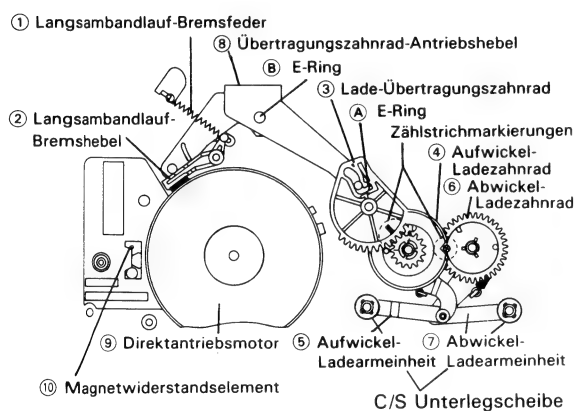

Abbildung 1-31.
2. Beim Einbauen die Zählstrichmarkierungen ausrichten (siehe Abb. 1-31).
- Den Übertragungszahnrad-Antriebshebel in den Entladezustand bringen (siehe Abb. 1-31).
- Den Übertragungs-Schalthebel ④ auf das Hauptchassis setzen. Der Schalthebel muß der Rückwärtsführungs-Federöffnung im Hauptchassis angepaßt werden. Danach den Hauptnocken so positionieren, daß der abgeschnittene Teil der Nabe ③ in Pfeilrichtung ⇒ ⑤ Weist.
- Den Halb-Ladehebel ① so positionieren, daß sein Nockenstößel in der äußersten Nockennut liegt. Nun den E-Ring ① anbringen.